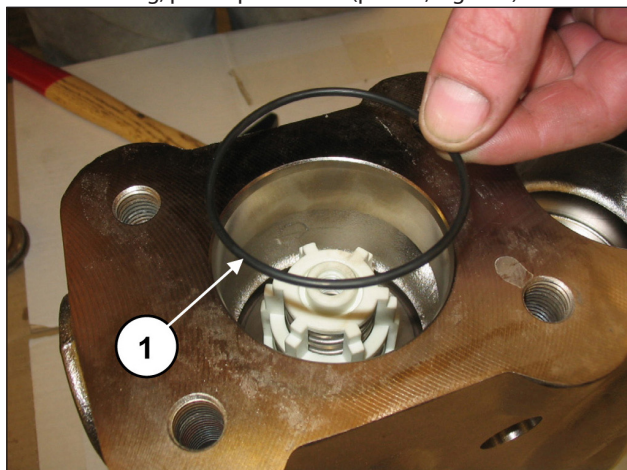

Fig. 121
Inserire l'O-ring, pos. esploso n. 17 (pos. ①, Fig. 121).